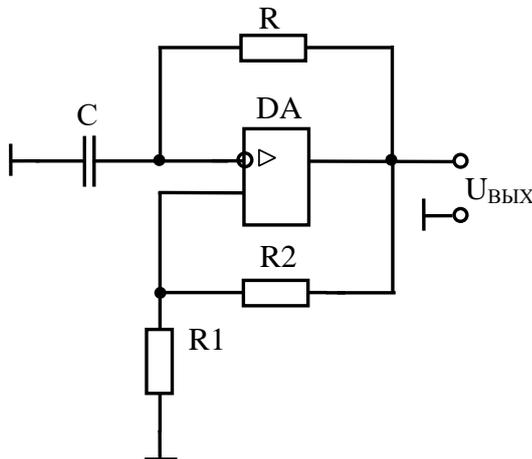

Рисунок 6.5 — Схема электрическая принципиальная автоколебательного мультивибратора
3.2 Рассчитать автоколебательный симметричный мультивибратор на базе ОУ (рис. 6.5) с параметрами, приведенными в таблице 6.4.